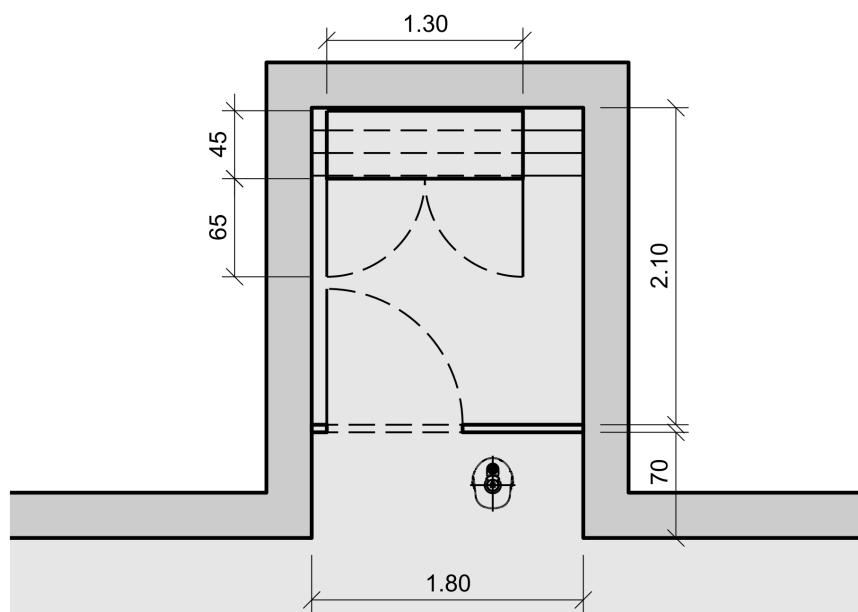

Figure 3: Combinaison d'une niche SOS et d'une niche pour hydrant
- La combinaison d'une niche SOS avec une niche pour hydrant est judicieuse. Dans ce cas l'hydrant est posé devant la niche SOS selon Figure 3.